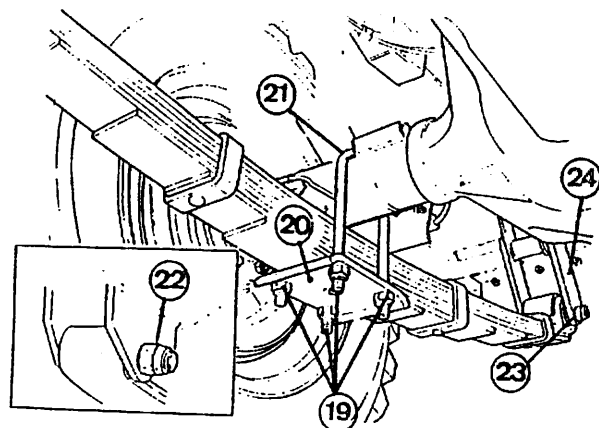

Fig. 05.2-7
En ambos lados, monte los abarcones (21), la placa (20) y las tuercas (19) (Fig. 05.2-7) fijadas a su par.
Apriete los bulones de las gemelas (24) y las contratuerzas (23) (Fig. 05.2-7) al par especificado. Por la parte delantera, apriete las tuercas (22) de los bulones (Fig. 05.2-7) al mismo par.